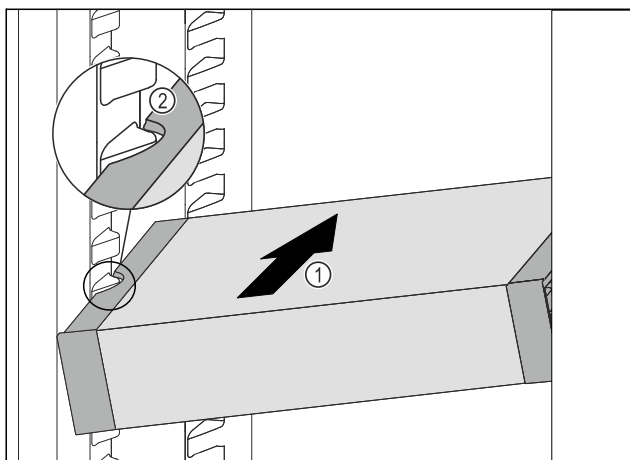

Fig. 99
- Zasuňte VarioSafe do chladničky pod úhlem tak Fig. 99 (1), aby vybrání na bocích Fig. 99 (2) VarioSafe byla na úrovni žebrování na nádoby v chladniče.